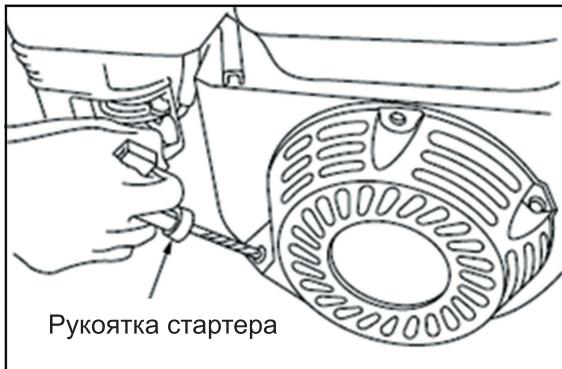

Рис. 24
5. Медленно потяните за рукоятку ручного стартера (рис. 24) до появления ощутимого сопротивления, затем резко дерните рукоятку на себя и, не отпуская, плавно верните ее в исходное положение. Если двигатель не запустился, повторите действие еще раз, пока двигатель не запустится.